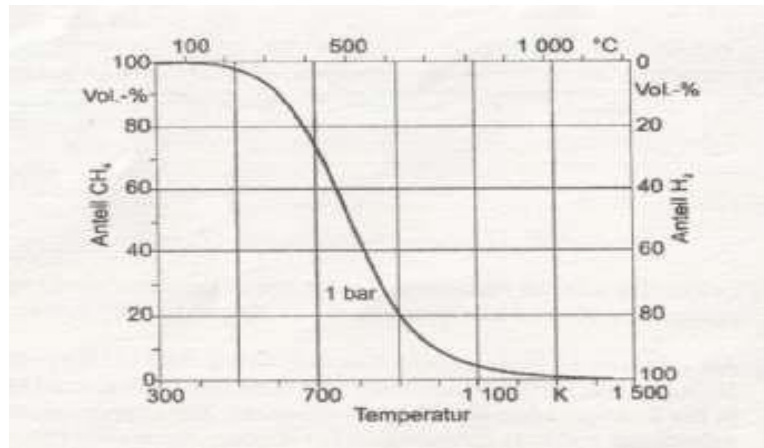

Abb. 2: Lage des CH₄/H₂-Gleichgewichts¹
- 2.2 Ein weiterer Störfaktor, der die Zusammensetzung des Synthesegases negativ beeinflusst, ist die Methanisierung. Hierbei reagiert der entstandene Wasserstoff mit Kohlenstoff zu Methan. Abbildung 2 zeigt die Lage des Gleichgewichts der beschriebenen Reaktion in Abhängigkeit von der Temperatur: